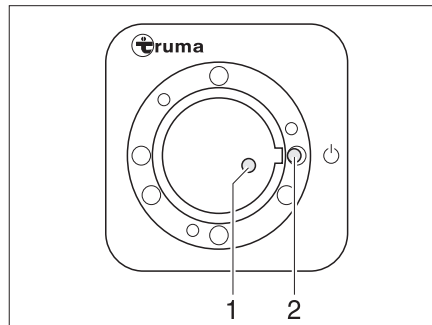
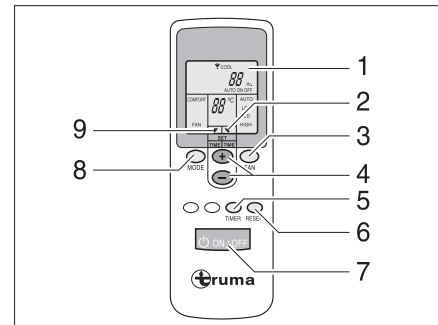

Bild 113 Empfänger
Bild 114 Fernbedienung
- Am Schalter (Bild 114,7) die Fernbedienung einschalten. Die grüne Kontroll-Leuchte (Bild 113,1) zeigt den Kühlbetrieb an.
- Die gewünschte Betriebsart mit der Taste (Bild 114,8) einstellen.
- Bei Bedarf mit den Tasten (Bild 114,3 und 4) die gewünschte Gebläseleistung und Raumtemperatur einstellen. Der Pfeil (Bild 114,9) zeigt den gewählten Einstellmodus an.
- ▷ Am Empfänger befindet sich ein zusätzlicher Tastschalter (Bild 113,2), mit dem die Klimaanlage auch ohne Fernbedienung aus- oder eingeschaltet werden kann. Wenn die Klimaanlage über diesen Tastschalter eingeschaltet wird, dann wird automatisch die zuletzt auf der Fernbedienung eingestellte Betriebsart gewählt.
- Zum Ausschalten die Taste (Bild 114,7) auf der Fernbedienung erneut drücken.
- Zum Programmieren die Klimaanlage mit der Taste (Bild 114,7) auf der Fernbedienung einschalten.
- Mit den Tasten (Bild 114,8, 3 und 4) die gewünschte Betriebsart und Raumtemperatur einstellen.
- Mit der Taste (Bild 114,5) die gewünschte Funktion (Bild 114,1) auswählen:
- Mit den Tasten (Bild 114,4) die gewünschte Schaltzeit wählen (1 bis 15 Stunden). Der Pfeil (Bild 114,2) blinkt und zeigt den Einstellmodus an.
- ▷ Mit der Taste (Bild 114,6) werden die Einstellungen der Fernbedienung wiederholt an den Empfänger gesendet.